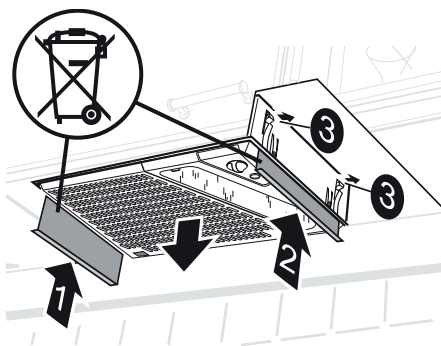

Fig. 5
Tryck upp demonteringsplåtarna (1 och 2) mellan spisfläkten och inbyggnadsramen, så att fjädrarna (3) frigörs. Dra ner spisfläkten från inbyggnadsramen, Fig. 5.